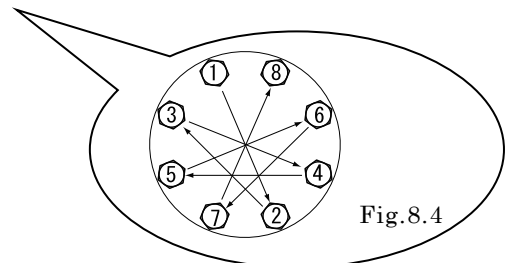

Fig.8.4
- Apriete los tornillos en el orden indicado. [Fig. 8.4]